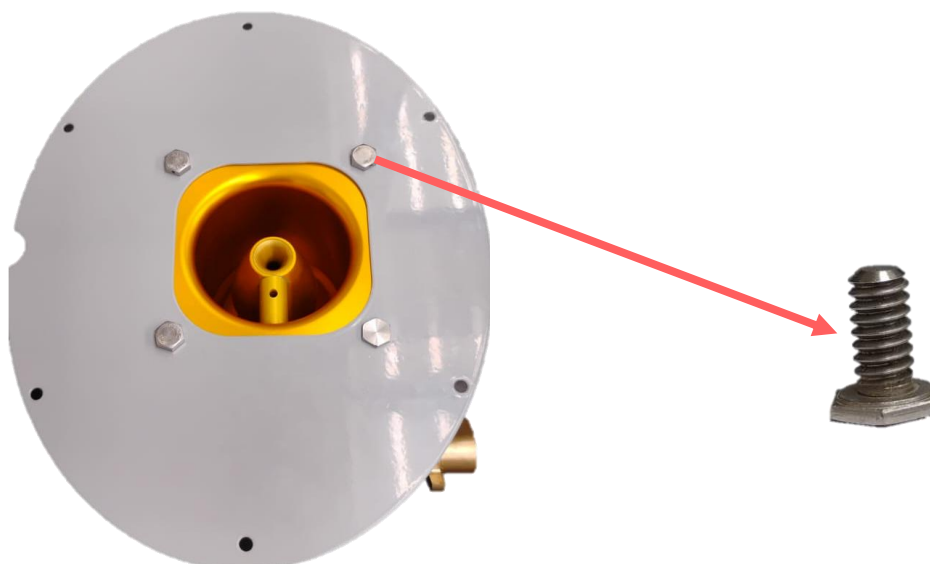
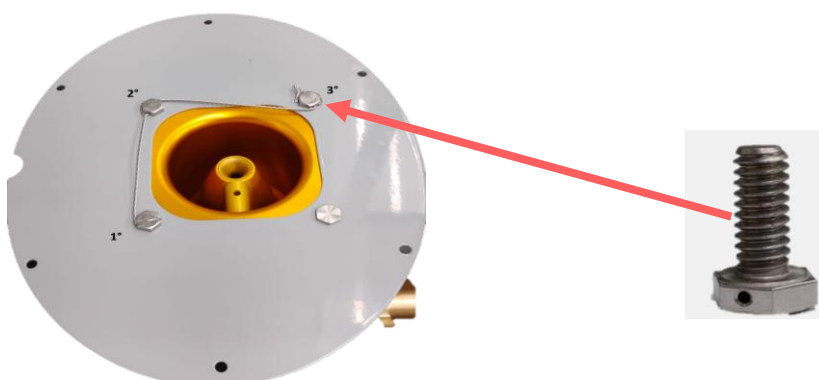

Figura 1 – Parafuso a ser substituído da injetora em aço SAE 1020.
Figura 2 – Parafuso sextavado em aço inox 1/4" x 1.1/2" RCF.
Ação Requerida: Remover o parafuso em aço SAE 1020 de fixação da injetora indicado na Figura 1, e substituir pelo parafuso sextavado com furo para freio em aço inox 1/4" X 1.1/2" RCF. Instalar o novo parafuso, aplicar torque de 70 in.lbs, e realizar a frenagem conjunta entre o novo parafuso e os demais parafusos do conjunto, conforme ilustrado na Figura 2.
Passo 2: Identifique o parafuso a ser substituído, antes da frenagem, em aço SAE 1020, figura 1.
Passo 3: Monte o parafuso aço inox sextavado 1/4" X 1.1/2" RCF, aplique o torque de 70 in.lbs e frene, conforme figura 2.